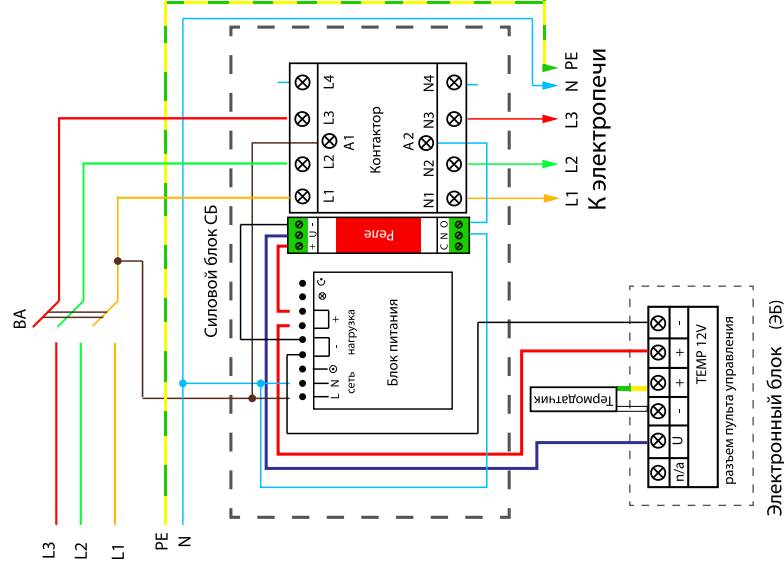

Рисунок 1. Подключение электропечи к пульту ПУ 01M
6.1. Подключать электропечь ЭНУ “Премьера” следует согласно схеме.(рис. 1)